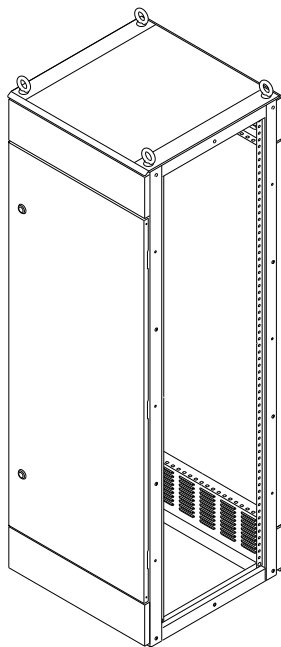

Рисунок 6
1.8 Установите корпус на нижний торец (рисунок 6).